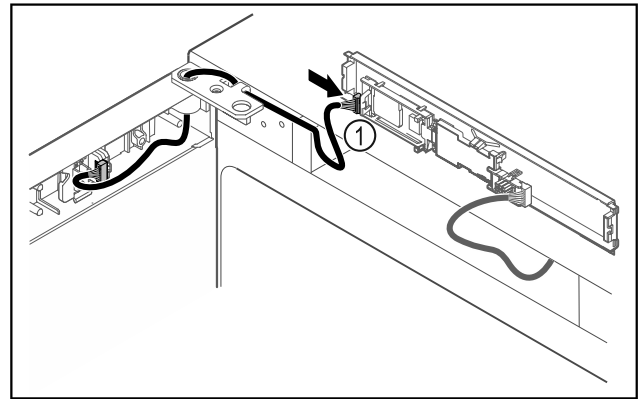

Fig. 45
- Stecker Fig. 45 (1) an Platine anstecken.